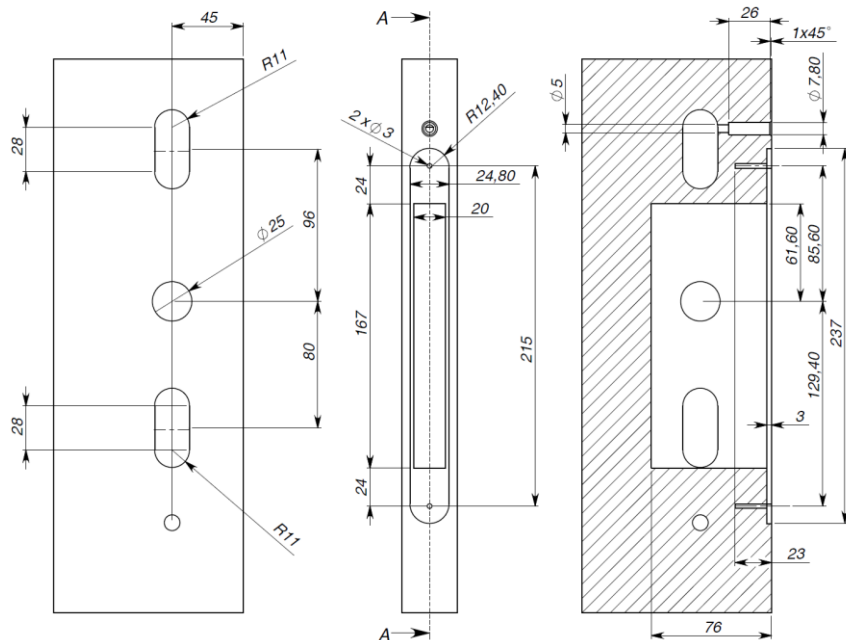

Рис. 8. Разметка отверстий и пазов
1. Перед установкой снимите старый замок и накладки с дверными ручками, разметьте и приготовьте отверстия и пазы в полотне двери (см. рис. 8):